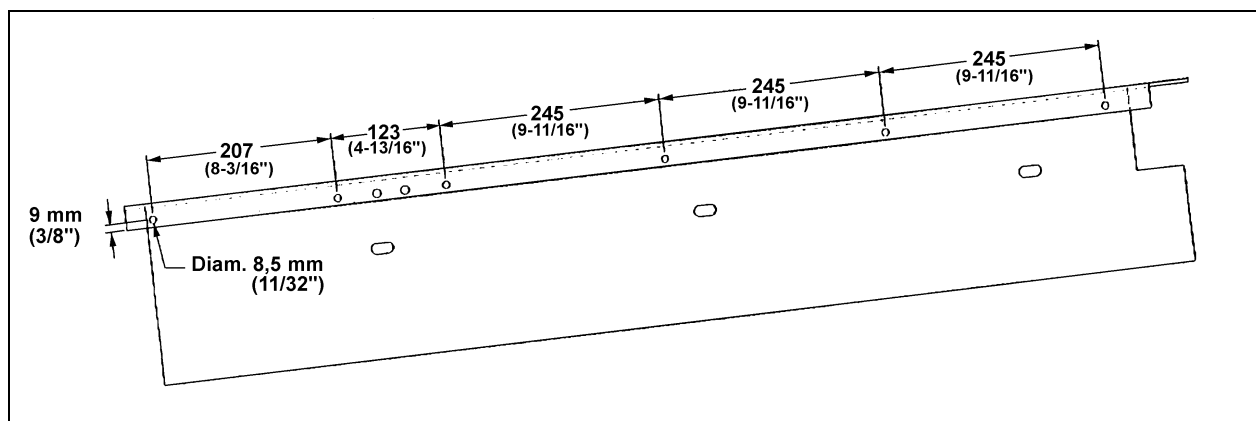

FIGURE 3 : SCHÉMA DE PERÇAGE POUR LES VÉHICULES DE LA SÉRIE H3
- Utiliser le schéma de perçage de la figure 3 et percer six trous de 8,5 mm (11/32 po) de diamètre dans le châssis.